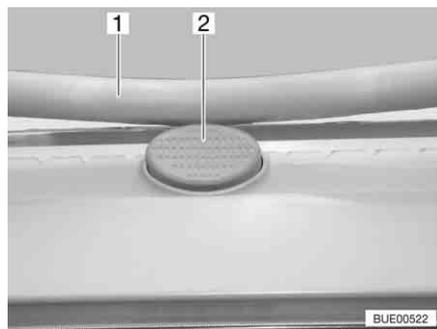

Fig. 86 Botón de seguridad en la claraboya Heki
- Pulsar el botón de seguridad (Fig. 86,2) y tirar la horquilla (Fig. 86,1) hacia abajo con ambas manos.
- Presionar el estribo hacia arriba con ambas manos hasta que la horquilla se encuentre encima del botón de seguridad (Fig. 86,2).